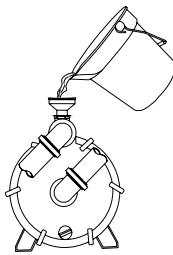

Fig. 7
6. Assurez-vous que la pompe est amorcée. Si vous commencez à retirer le bouchon d'amorçage et que l'eau commence à s'écouler, la pompe est amorcée. Sinon, retirez le couvercle et remplissez la pompe avec de l'eau (Fig. 7). Vissez le bouchon sur l'entonnoir et serrez.
7. Assurez-vous que la pompe est amorcée. Si vous commencez à retirer le bouchon d'amorçage et que l'eau commence à s'écouler, la pompe est amorcée. Sinon, retirez le couvercle et remplissez la pompe avec de l'eau (Fig. 7). Vissez le bouchon sur l'entonnoir et serrez.
8. Assurez-vous que la pompe est amorcée. Si vous commencez à retirer le bouchon d'amorçage et que l'eau commence à s'écouler, la pompe est amorcée. Sinon, retirez le couvercle et remplissez la pompe avec de l'eau (Fig. 7). Vissez le bouchon sur l'entonnoir et serrez.
- B. Retirez le couvercle de la pompe et remplissez la pompe avec de l'eau (Fig. 7). Vissez le bouchon sur l'entonnoir et serrez.